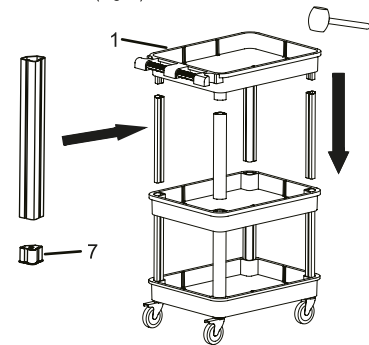

Fig. 3 - Finalização da montagem
c) Logo após, encaixe os 4 suportes laterais (4), juntamente com os calços internos (7) restantes, na bandeja intermediária. Finalize a montagem encaixando a bandeja superior no conjunto montado anteriormente (Fig. 3).